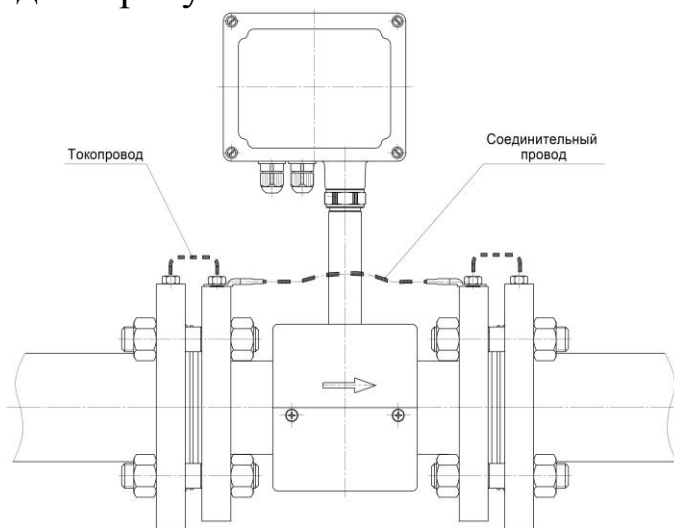

Рисунок 1 – Электрическое соединение фланцев преобразователя
2.2.15 После установки преобразователя на трубопровод соединить его фланцы между собой соединительным шунтирующим проводом, а также каждый его фланец с ответным фланцем трубопровода с помощью токопроводов (рисунок 1). Для исполнения типа «сэндвич» соединительный шунтирующий провод не требуется.